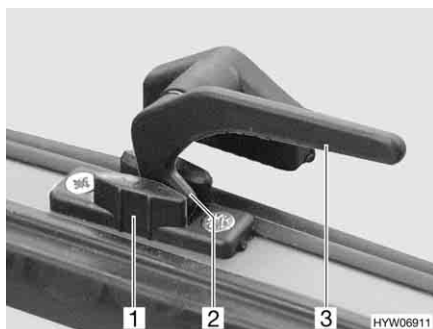

Fig. 9 Leva di serraggio in posizione "Aerazione continua"
- In posizione di "Aerazione continua" (Fig. 9)
- Ruotare la leva di serraggio (Fig. 9,3) di un quarto di giro verso il centro della finestra.
- Girare nuovamente all'indietro la leva di serraggio. Riportare contemporaneamente il nasello di chiusura (Fig. 9,2) nella rientranza della chiusura della finestra (Fig. 9,1).